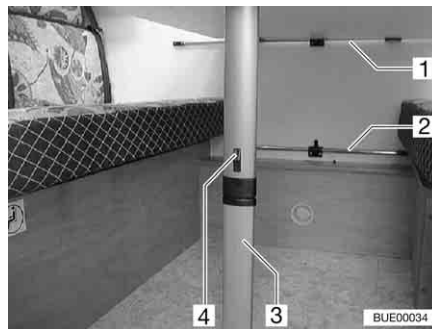

Fig. 71 Mesa colgante con pata articulada
- Correr el bloqueo (Fig. 71,4) hacia el tablero de mesa.
- Abatir 90° la parte inferior de la pata (Fig. 71,3).
- Desenganchar la mesa colgante del riel de enganche superior (Fig. 71,1).
- Enganchar la mesa colgante en el riel de enganche inferior (Fig. 71,2) y situar en la articulación de la pata de la mesa.